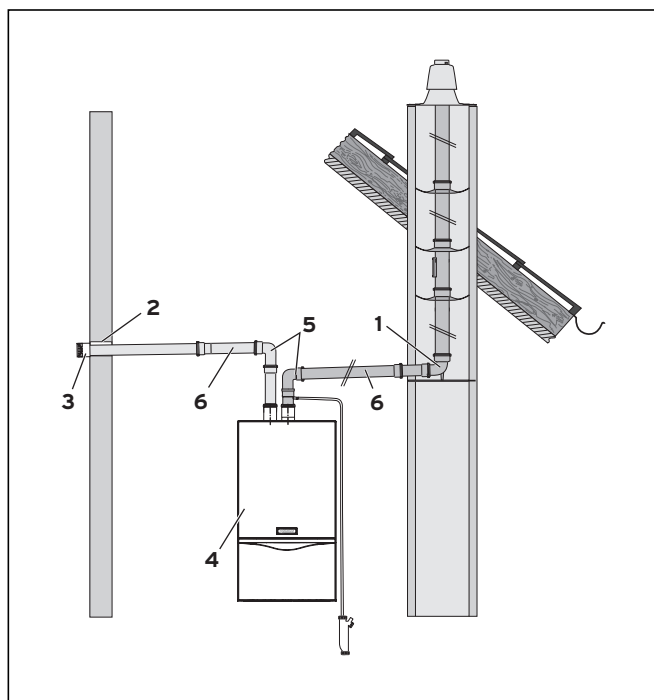

Рис. 6.23 Поддача воздуха на горение через наружную стену
- Монтируйте отвод с опорной консолью (1, см. рис. 6.23) в дымовой трубе.
- Определите место выхода трубы воздуховода из стены (2, см. рис. 6.23).
- Вставьте трубу воздуховода (3, см. рис. 6.23) в отверстие.
- Монтируйте подвеску аппарата и установите аппарат (4, см. рис. 6.23) (см. соответствующие руководства по монтажу).
- Вставьте отводы (5, см. рис. 6.23) труб дымохода/воздуховода в соответствующие разъемы разделительного устройства воздуховода/газохода. Следите за тем, чтобы не перепутать патрубки со стороны воздуха и отходящих газов!
- Монтируйте необходимые удлинители (6, см. рис. 6.23). Максимальные длины приведены в табл. 6.2.